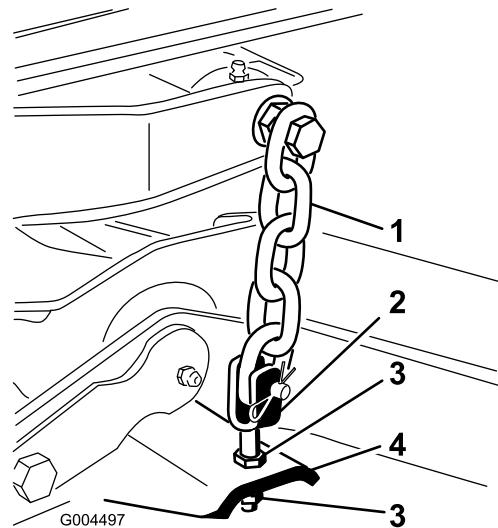

Bild 65
7. Stellen Sie die Klemmmuttern ein, mit denen die hinteren Mähwerksgabeln bzw. -ketten befestigt sind, um das Mähwerk hinten anzuheben, sodass die Messerneigung auf 8 mm eingestellt ist (Bild 65).